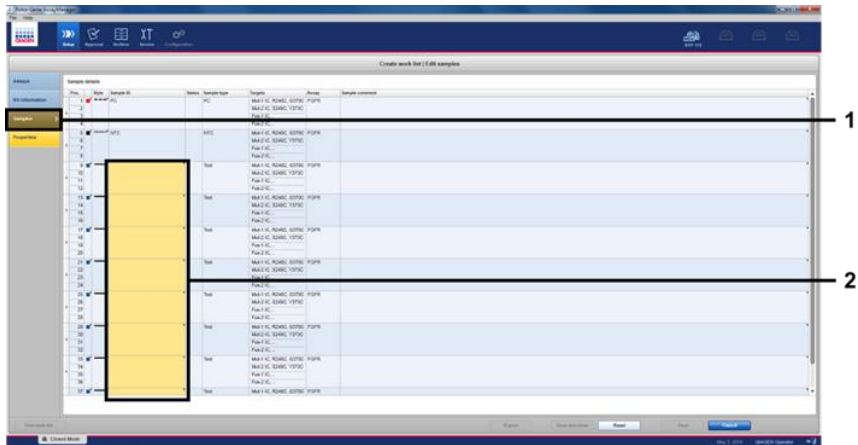

Figure 10. Fenêtre principale de création de liste de travail. 1 = Onglet « Samples » (Échantillons), 2 = Saisissez les noms des échantillons.
6. Cliquez sur l'onglet « Samples » (Échantillons) pour saisir les informations sur les échantillons. Saisissez les noms des échantillons manuellement (Figure 10, page suivante). Important : Vérifiez que les noms des échantillons sont corrects si vous utilisez une liste de travail générée pour une analyse Rotor-Gene AssayManager précédente.